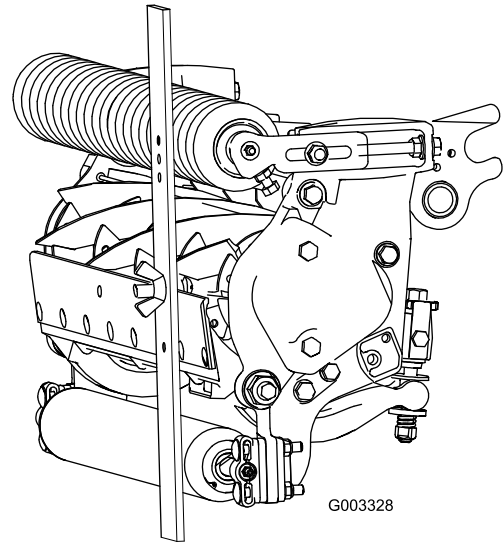

Bild 18
3. Haken Sie den Schraubenkopf an die Schnittkante des Untermessers ein, und stützen Sie das hintere Ende des Trägers auf der hinteren Rolle ab (Bild 18).
4. Drehen Sie die Einstellschraube, bis die vordere Rolle die Messlehre berührt (Bild 18). Stellen Sie beide Enden der Rolle ein, bis die ganze Rolle parallel zum Untermesser ist.